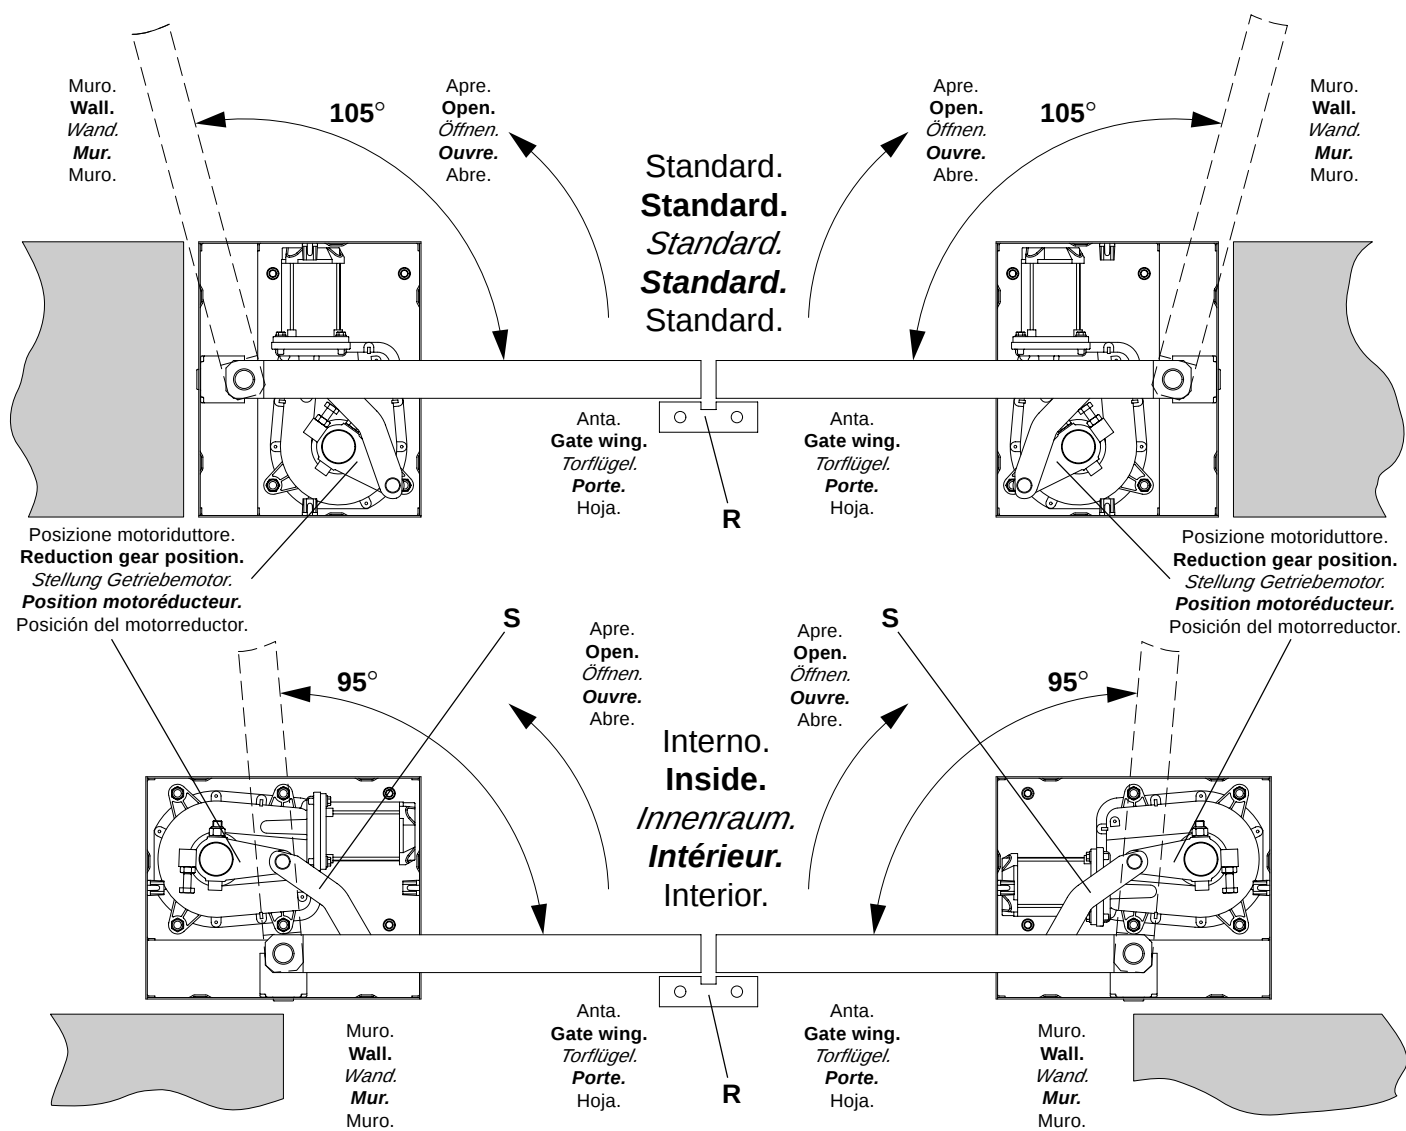

Fig.3
- 2 Fissare il motoriduttore alla cassa utilizzando n°4 dei 6 bulloni disponibili sulla cassa a seconda del montaggio (vedi fig. 3) ed i dadi autobloccanti forniti.
- 2 Fit the geared motor group to the casing with 4 of the 6 nuts supplied on the casing, according to the type of assembly (see Fig. 3) and with the self-tapping screws supplied.
- 2 Getriebemotor am Kasten, je nach Montageart (siehe Abb. 3), mittels 4 der 6 auf dem Kasten befindlichen Mutterschrauben und der beiliegenden selbstsperrenden Muttern befestigen.
- 2 Fixer le motoréducteur à la caisse à l'aide de 4 des 6 boulons disponibles sur la caisse selon le montage (voir fig. 3) et des écrous de sûreté fournis.
- 2 Fijar el motorreductor a la caja utilizando 4 de los 6 bulones disponibles sobre la caja según el montaje (véase fig. 3) y las tuercas autoblocantes suministradas.